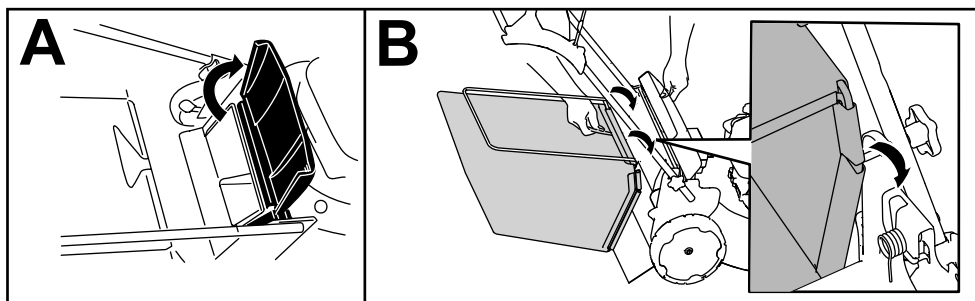

Figura 20
1. Ridică și menține ridicat deflectorul spate (A din Figura 20).
2. Instalează sacul pentru iarbă, având grijă ca tifturile de pe sac să rămână în fantele de pe suportul mânerului (B din Figura 20).